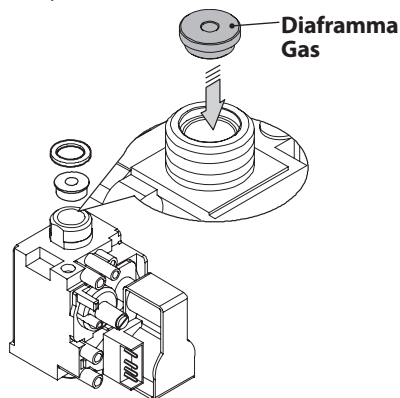

Figura 8.2
- Eseguire la trasformazione del tipo di gas sostituendo correttamente il diaframma gas (Figura 8.2), facendo riferimento alla sezione "Dati tecnici" pag. 30 (modello M260.2025 SM/T) e pag. 34 (modello M260.3035 SM/T).